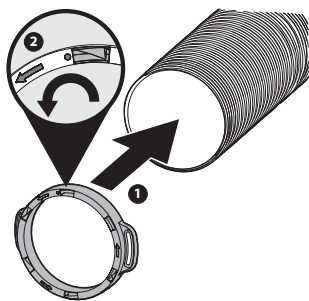

Figura 21
2. Instale el anillo (731-12353A) sobre el extremo libre de la manguera alineando el inicio de la nervadura de la manguera con la ventana de anillo junto al punto moldeado. Vea el recuadro de la Figura 21.